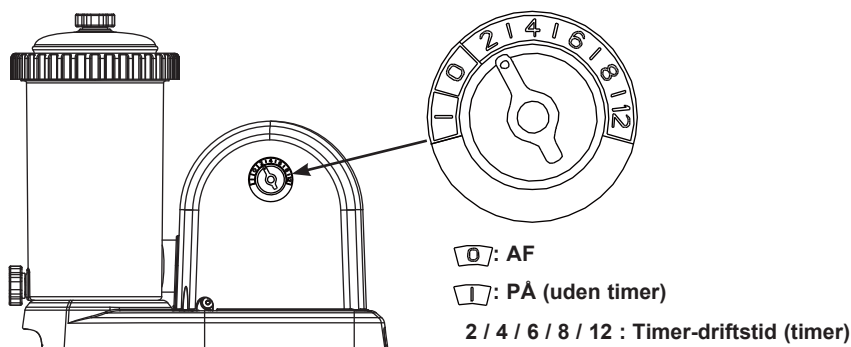

FIG 10
4. Når der strømmer vand ind i filterpumpen, betyder vandtrykket, at indespærret luft kan slippe ud fra luftventil (2). Når al luften er sluppet ud, strømmer der vand ud af ventil (2). Når det sker, skal du forsigtigt stramme ventil (2) med uret.
- A. Slut ledningen til en stikkontakt, og sæt drejeknappen til det ønskede antal driftstimer. **Se fig 10.** Se "Operating Time Table" for de krævede driftstimer relateret til hver svømmebassins størrelse.